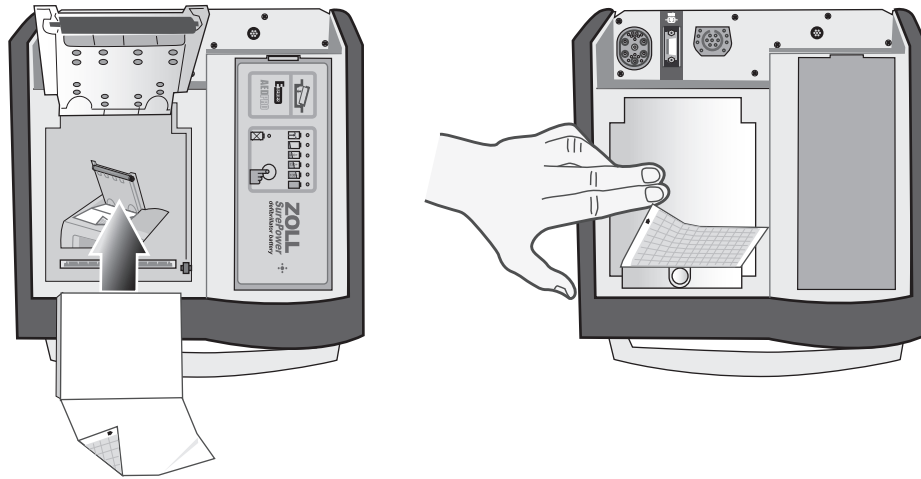

Figura 13-6. Inserción del papel y cierre de la puerta de la impresora
4. Vuelva a poner el papel en la unidad y cierre la cubierta (consulte Figura 13-6).